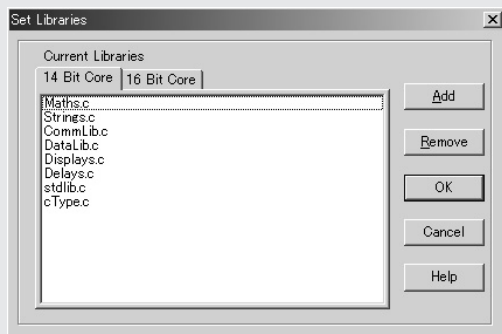

図1-A ライブラリの追加画面
(2) WIZ-Cを立ち上げてメニューから“File” - “Libraries”をクリックします。図1-Aのようなウィンドウが表示されるので、“14 Bit Core”のページを表示させた上で“Add”ボタンをクリックし、追加したいライブラリ・ファイル(*.c)を選択します。本書では“stdlib.c”を追加しています。WIZ-CがCドライブの標準的な位置にインストールされている場合は、ライブラリ・ファイルは“C:\Program Files\FED\PIXIE\Libs”にあります。
(3) 16ビット版(18Fxxxなど)でも使用する場合は、“16 Bit Core”のページでも同様の操作でライブラリを追加します。ライブラリによっては14ビット版と16ビット版の二つが供給されている場合があります。そのときは、対応するページにそれぞれ追加してください。16ビット版は“xxx16.c”というファイル名になっています。
(4) 最後に“OK”をクリックしてウィンドウを閉じます。